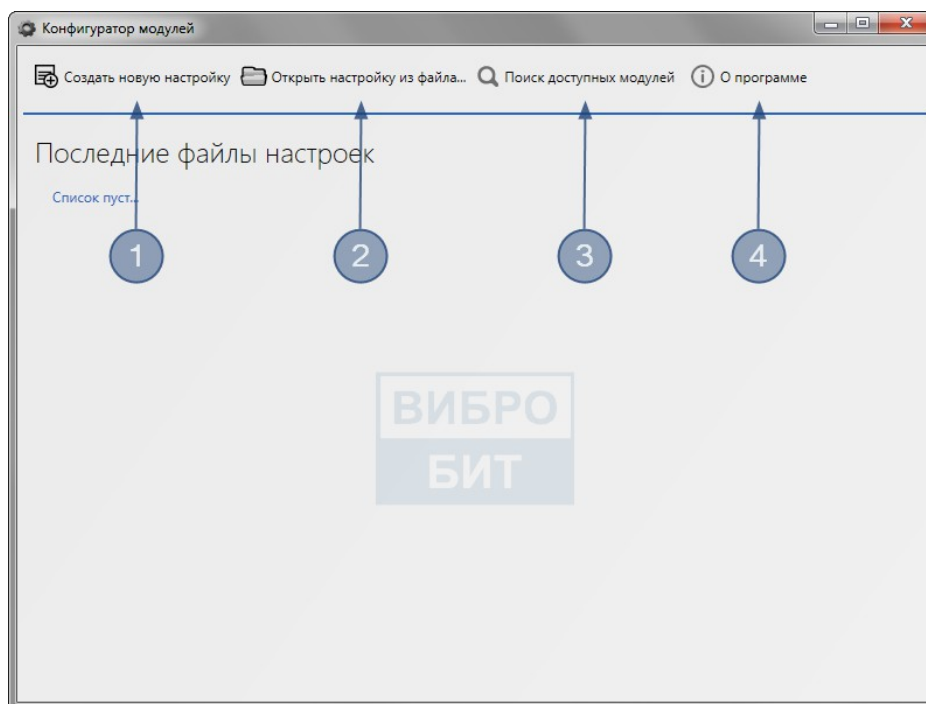

Рисунок 2 - Главное окно программы
Главное окно программы (см. рис. 2) состоит из следующих элементов меню:
- 1) **Создать новую настройку** (рис. 2, обозначение 1) – для создания новой настройки определенного модуля;
- 2) **Открыть настройку из файла** (рис. 2, обозначение 2) – для открытия настроек модуля из файла;
- 3) **Поиск доступных модулей** (рис. 2, обозначение 3) – для поиска подключенных модулей и открытия их конфигураций;
- 4) **О программе** (рис. 2, обозначение 4) – содержит справочную информацию о программе.